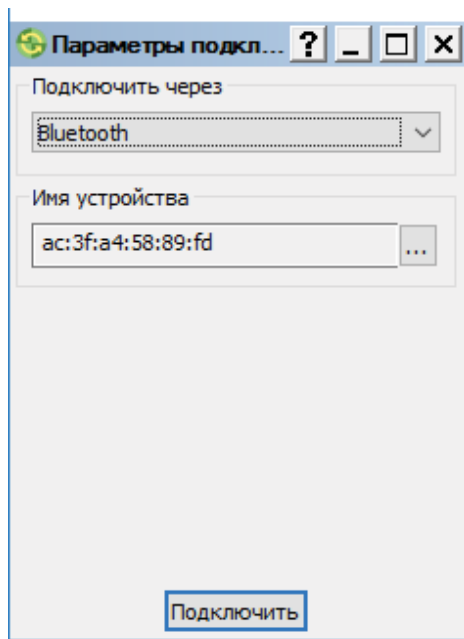

Рис. 12: Параметры подключения
3. Нажмите **Устройство** ▶ **Подключение**. Откроется диалоговое окно **Параметры подключения** (Рис. 12).